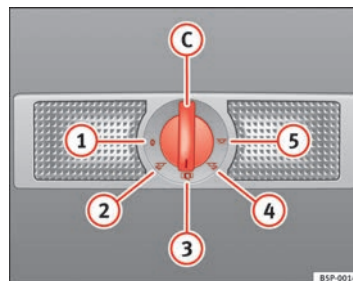

Fig. 82 Rivestimento interno del tetto: la luce interna e le luci di lettura posteriori
Con l'interruttore ⇒ fig. 82 (C) si possono selezionare le seguenti modalità:
Quando l'interruttore si trova nella posizione ⇒ fig. 82 (1), sia la luce principale che le luci di lettura sono spente.